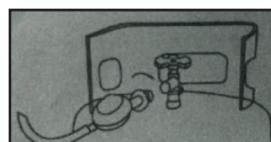

Fig. 2
2. Rotiți supapa de reducere a presiunii pentru a o conecta la supapa de colț a buteliei de gaz. (Fig. 2)